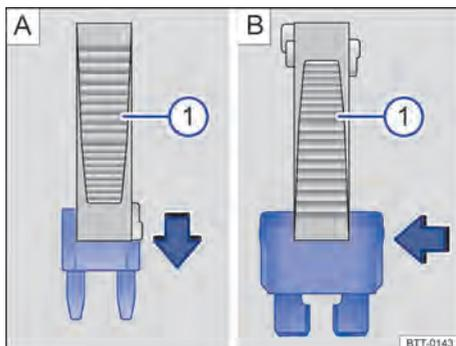

Fig. 152 Remover ou instalar um fusível com a garra da pinça de plástico ①.
- Se necessário, retirar a pinça de plástico → Fig. 152 ① do suporte. O suporte se encontra na parte traseira da caixa de fusíveis perto da tomada de conexão para diagnóstico.
- Em caso de *fusíveis pequenos*, encaixar a garra ① por cima → Fig. 152 A.
- Em caso de *fusíveis maiores*, empurrar a garra ① lateralmente sobre o fusível → Fig. 152 B.
- Caso o fusível esteja queimado, substituir o fusível por um novo da *mesma* intensidade de corrente (mesma cor e inscrição) e do *mesmo* tamanho → ①.
① NOTA